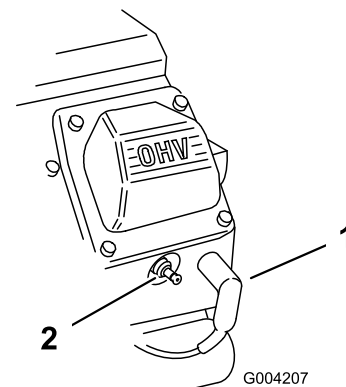

Figure 23
- Débranchez les bougies (Figure 23).
3. Rebranchez les bougies (Figure 23).